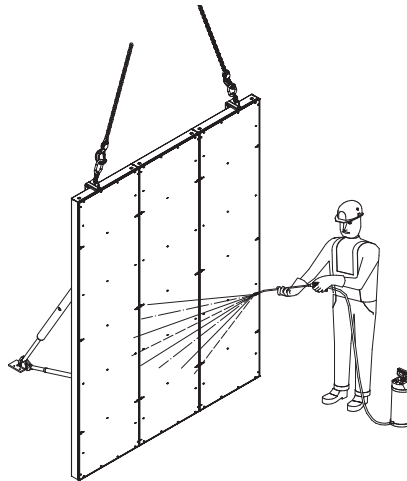

Fig. A2.01
4. Rociar los componentes con PERI Bio Clean antes de cada uso y lavar con agua la cara inferior del encofrado inmediatamente después del hormigonado. (Fig. A2.01)